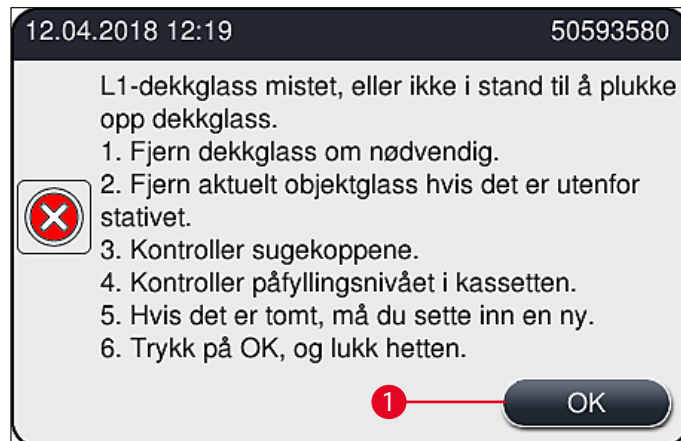

Fig. 111
Hvis **Pick&Place-modulen** mister et dekkglass under transport til objektglasset, eller hvis **Pick&Place-modulen** ikke kan fjerne et dekkglass fra dekkglasskassetten etter 3 forsøk, underrettes brukeren om dette via en feilmelding (→ Fig. 111).
- ① Hvis denne meldingen (→ Fig. 111) vises, må brukeren først kontrollere om et dekkglass er mistet under transport til objektglasset, eller om **Pick&Place-modulen** ikke kunne ta et nytt dekkglass fra dekkglasskassetten.